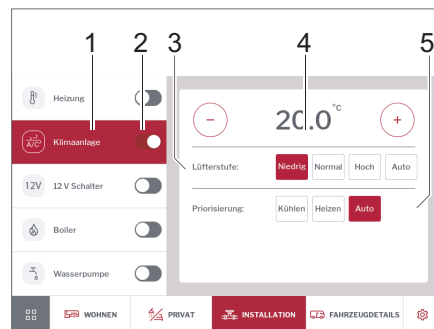

Bild 268 Klimaanlage
- Mit Schiebeschalter (Bild 268,2) Klimaanlage ein- oder ausschalten.
- Auf Schaltfläche *Klimaanlage* (Bild 268,1) tippen.
- Mit Plus- und Minus-Tasten gewünschte Wohnraumtemperatur einstellen (Bild 268,4).
- Gewünschte Priorisierung (Kühlen/Heizen/Auto) einstellen (Bild 268,5).
- Lüfterstufe wählen (Bild 268,3).